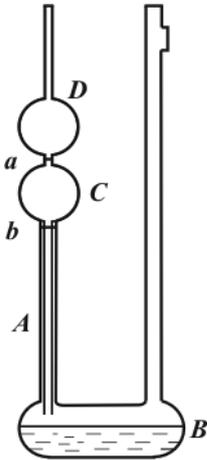

Рис. 2.25
Простейший капиллярный вискозиметр (*вискозиметр Оствальда*) представляет собой U-образную трубку, в узкое колено которой впаян капилляр  $A$  (рис. 2.25). Вискозиметр имеет расширения  $B$ ,  $C$  и  $D$ . В расширение  $B$  заливается исследуемая жидкость. Расширение  $C$  является рабочим. Расширение  $D$  играет вспомогательную роль. Измерение вязкости основано на измерении времени вытекания через капилляр определенного объема жидкости из рабочего объема  $C$ , ограниченного кольцевыми метками  $a$  и  $b$ . Поскольку формула (6) справедлива только для ламинарного течения, то при измерении вязкости жидкости нужно подбирать вискозиметр с таким капилляром, чтобы течение жидкости в нем было ламинарным.